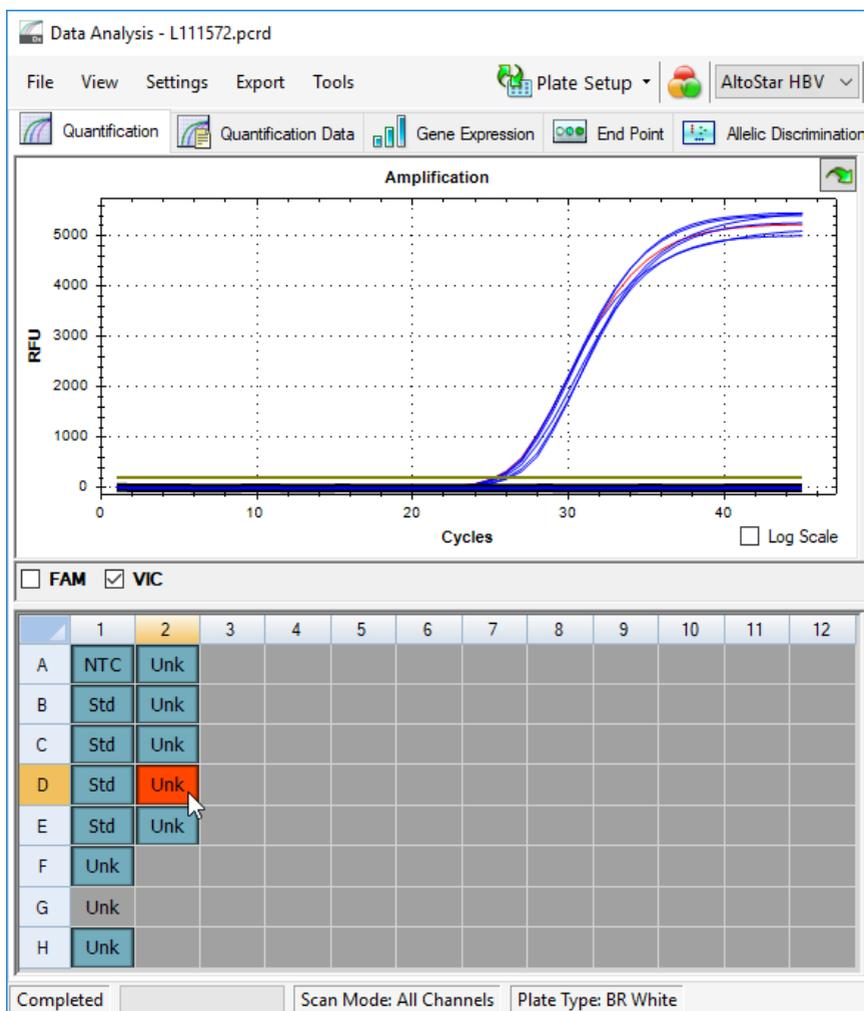

Figure 11: Fenêtre Data Analysis (Analyse des données) : puits non valide
3. Cliquez avec le bouton droit de la souris sur chaque puits contenant des données non valides conformément au chapitre 7.6.8.2 Validité d'un PCR run de diagnostic et au chapitre 7.6.8.3 Validité des résultats pour un échantillon, et sélectionnez **Well...** → **Exclude from Analysis** (Puits... → Exclure le puits de l'analyse) (voir les figures 11 et 12).